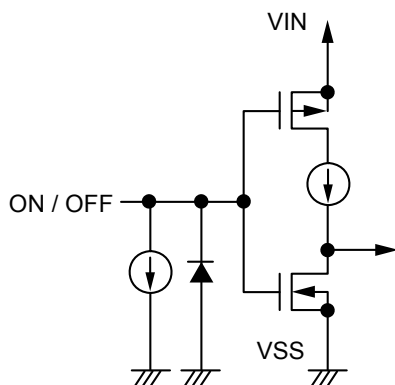

图18 S-1313系列A / C型
ON / OFF端子的结构如图18、图19所示。
*1. 将ON / OFF端子连接到VIN端子上进行工作时，S-1313系列A / C型产品的消耗电流中，流入0.1 μ A (典型值) 恒定电流的电流流量会增多，务请注意 (请参阅图18)。